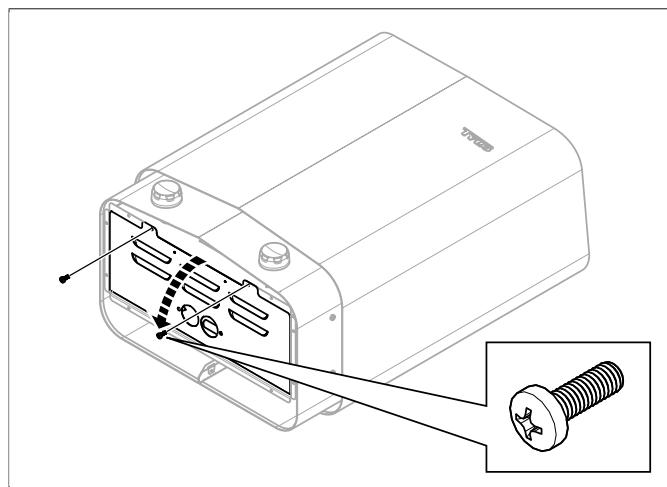

Fig 5: Öppna/stänga luckan
2. Lossa skruvarna och öppna luckan (se **Fig 5**, sidan 3).
5. Stäng luckan och skruva i skruvorna (se **Fig 5**, sidan 3).